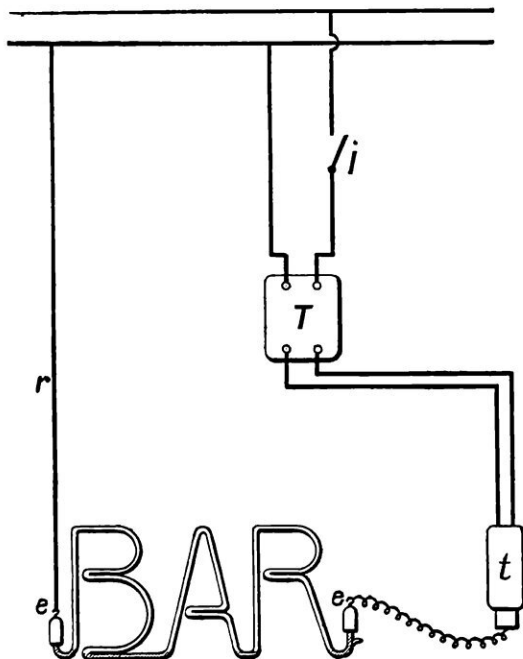

FIG. 5. — APPAREILLAGE DE PRODUCTION DE LA LUMIÈRE FROIDE
b) En *I* se trouve l'interrupteur (voir fig. 5) du courant du réseau ;